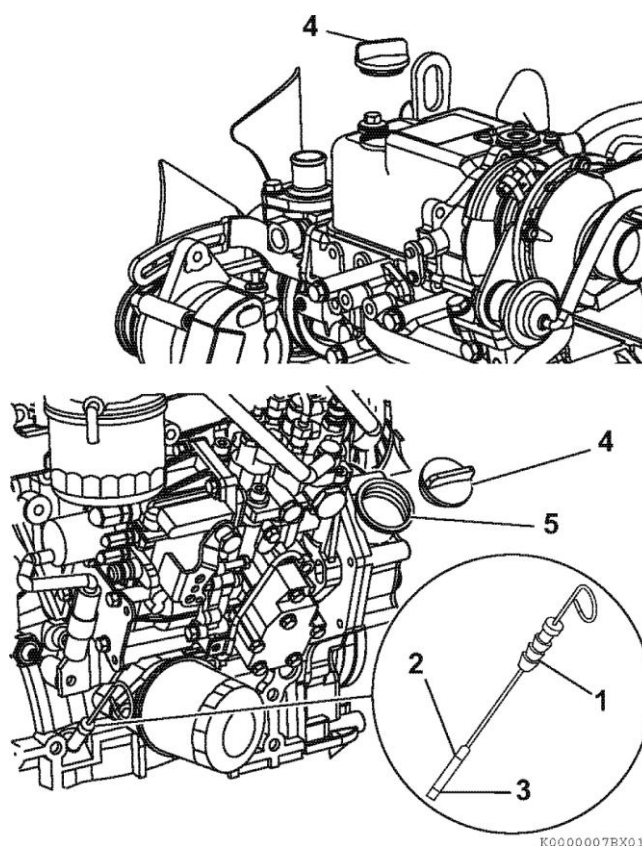

Рисунок 29
2. Вытащить щуп для измерения уровня масла (Рисунок 29 (1)) и протереть его чистой тряпкой.
4. Вытащить крышку маслозаливной горловины / щуп для измерения уровня масла. Уровень масла считается нормальным, если он находится между верхней отметкой максимум (Рисунок 29 (2)) и нижней отметкой минимум (Рисунок 29 (3)) на масляном щупе.
2. Снимите крышку маслозаливной горловины / щуп для измерения уровня масла (Рисунок 29 (4)).
5. Долейте еще масла в случае необходимости. Доливайте масло до тех пор, пока уровень масла не окажется между верхней отметкой максимум (Рисунок 29 (2)) и нижней отметкой минимум (Рисунок 29 (3)) на масляном щупе.